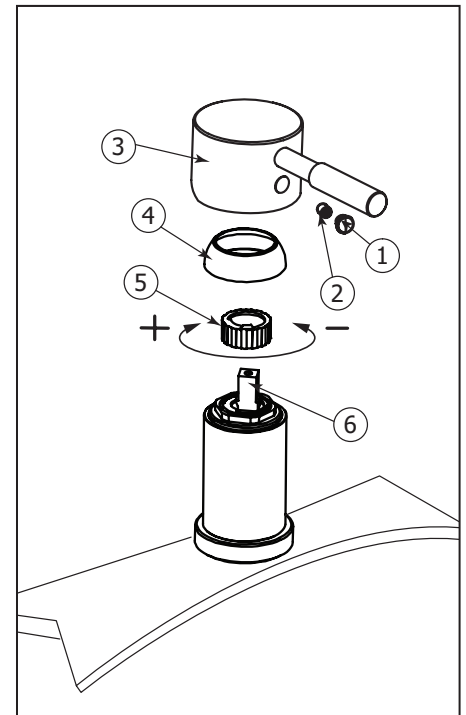

Fig9
Remove the decorative cap (1), the set screw (2) and the handle (3) (fig.9). Pull out the dome cap (4) and the temperature stop ring (5) from the cartridge (6). Gradually rotate stop ring (5) to the left to lower the highest temperature setting or towards the right to increase it. Once the new setting has been adjusted, reassemble handle by reversing the steps.
Retirer le capuchon décoratif (1), la vis de retenue (2) et la poignée (3) (fig.9) Ensuite, retirer le capuchon en dôme (4) et l'anneau d'arrêt de température (5) de la cartouche (6). Tourner l'anneau (5) graduellement vers la gauche pour diminuer la température maximale et vers la droite pour l'augmenter.